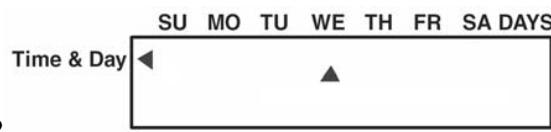

Abb. 12
- 2) Bewegen Sie ihn mit Hilfe der Tasten ↓↑, so dass das aktuelle Datum angezeigt wird (Abb. 12)